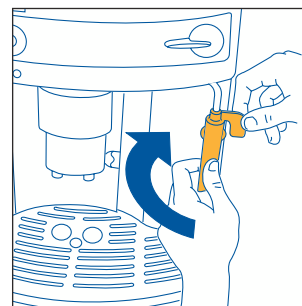

Abb.25
- Mit einer Hand den Griff des Milchaufschäumerrohrs festhalten. Mit der anderen Hand den Milchaufschäumer selbst durch Drehen nach rechts aufschrauben und herausziehen (Abb. 25).